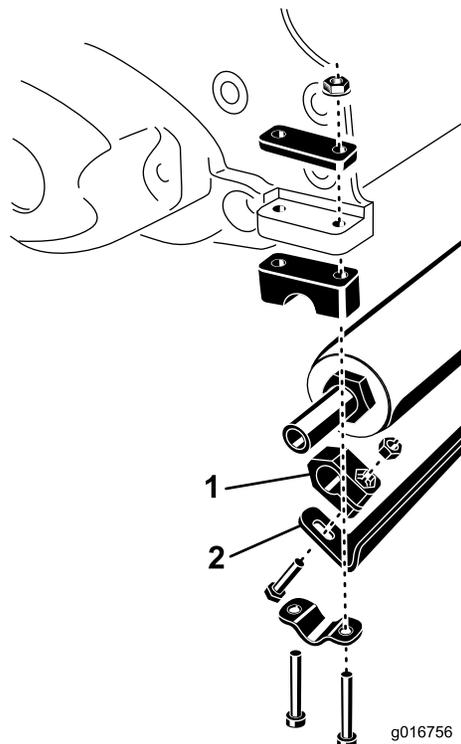

Bild 2
3. Befestigen Sie den Rollenabstreifer lose mit einem Klemmblock, einer Kopfschraube und Mutter an jedem Ende der Rolle. Positionieren Sie die Teile, wie in Bild 2 dargestellt.
4. Befestigen Sie die Rolle lose mit den vorher entfernten Kopfschrauben, Klammern und Muttern am Mähwerk (Bild 2).
5. Zentrieren Sie die Rolle am Mähwerk und ziehen Sie die Kopfschrauben und Muttern der Rollenklammer an (Bild 2).